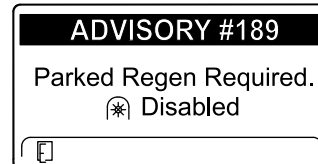

Figura 72
- Si usted no realiza una regeneración estacionaria en el plazo de 2 horas, el InfoCenter muestra el AVISO N° 189 – Regeneración estacionaria necesaria – Toma de fuerza deshabilitada (Figura 72).